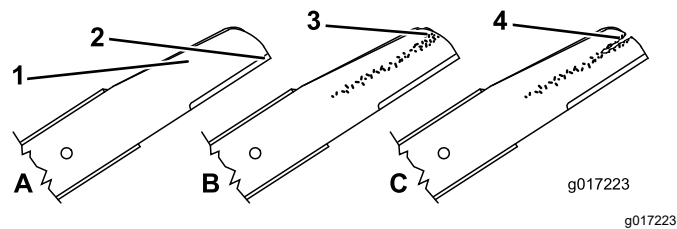

Figura 32
1. Inspeccione los filos de corte (Figura 32). Si los filos de corte no están afilados o tienen muescas, retire las cuchillas y haga que las afilen o cámbielas.
2. Inspeccione las cuchillas, especialmente la parte curva (Figura 32). Si observa cualquier daño o desgaste, o la formación de una ranura en esta zona, reemplace las cuchillas de inmediato por cuchillas nuevas.